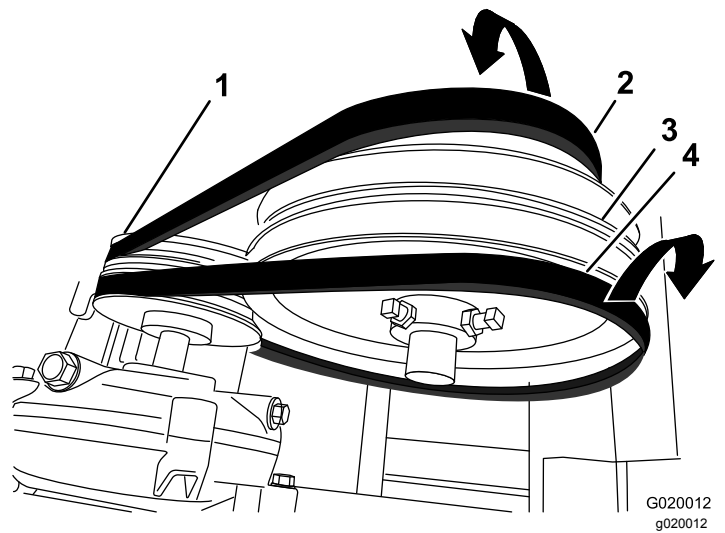

Figura 69
7. Deslice la correa delantera hacia adelante y retírela de la polea tensora (Figura 69).
8. Deslice la correa trasera hacia atrás y retírela de la polea tensora (Figura 69).